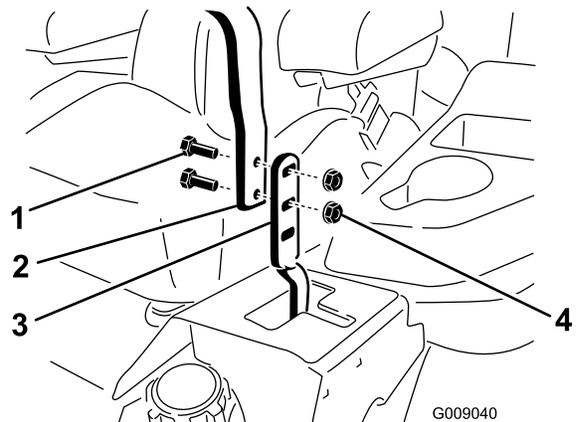

図 80
3. レバーに取り付けられているボルトとフランジナットをゆるめる 図 80。